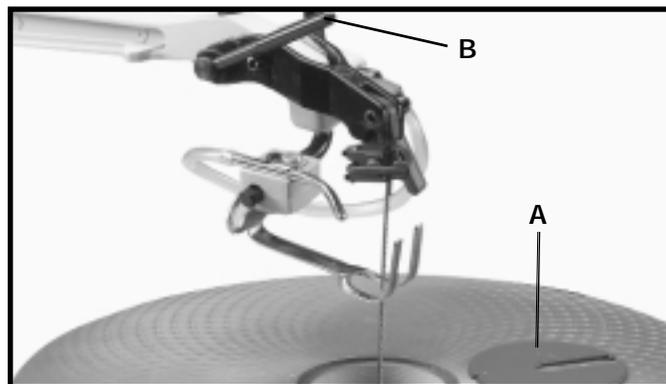

Fig. 22
2. Retirez le passe-lame (A) fig. 22, et détendez la lame en tirant le levier de tension (B) vers l'avant, comme l'illustre la figure.